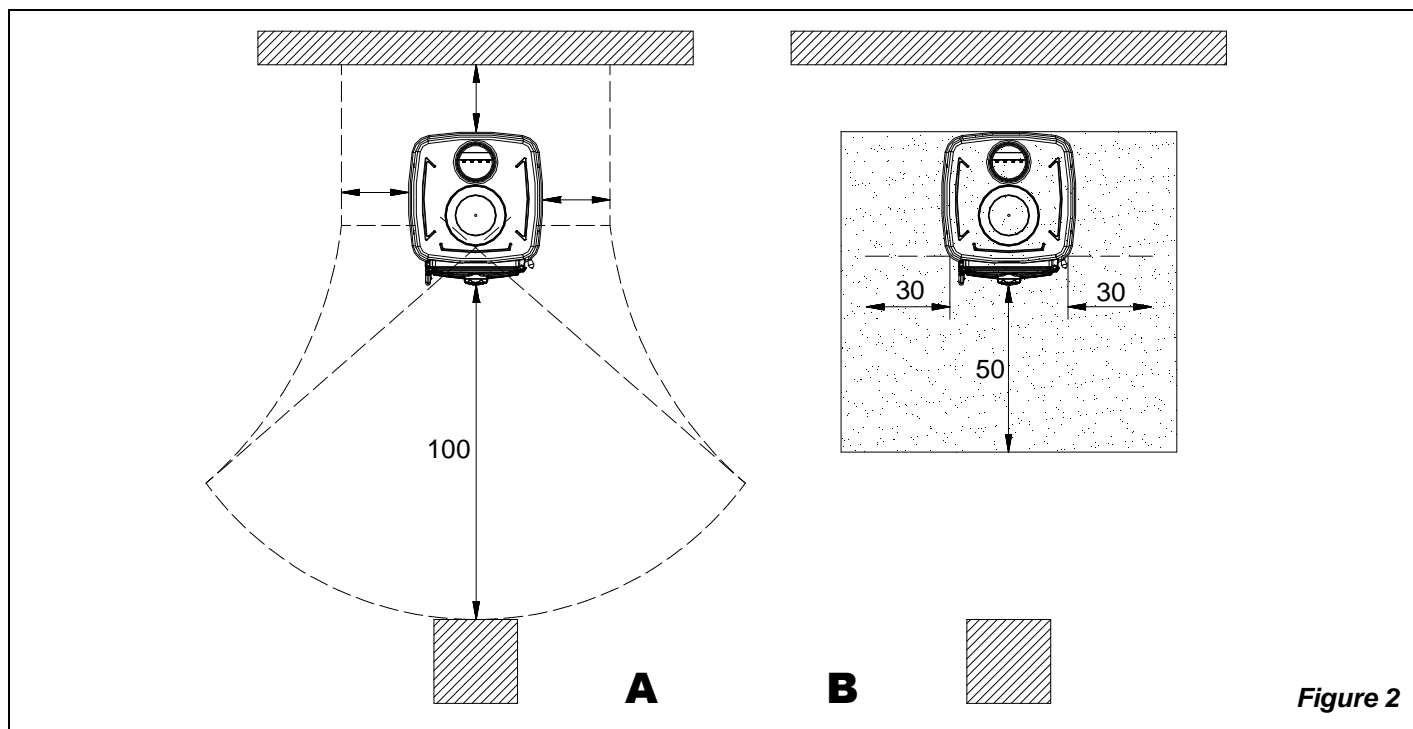

Figure 2
- a) pour assurer une isolation thermique suffisante, respecter la distance minimale de sécurité entre le poêle et les éléments de construction et objets inflammables et sensibles à la chaleur (meubles, revêtements en bois, tissus, etc.) (voir Figure 2). **Toutes les distances minimales de sécurité sont indiquées dans l'étiquette du produit et on ne doit pas descendre au-dessous des valeurs indiquées.**
- c) si le produit est installée sur un sol de matériau inflammable, prévoir une base ignifuge. **Les sols composés par matériaux inflammables**, comme moquette, parquet ou liège etc., **doivent être remplacés** pas une couche de matériel pas inflammable, par exemple céramique, pierre, vitre ou acier etc.. (dimensions selon les dispositions régionales). La plaque de sol doit dépasser d'au moins **50 cm** à l'arrière, de **30 cm** sur les côtés et d'au moins 50 cm frontalement (voir Figure 2 **B**).